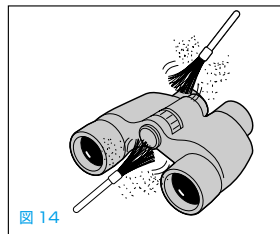

図 14
11. 「ピント合わせハンドル」や「視度調整ハンドル」などの回転部分に入った砂・ゴミは、ハケでよく払ってください。(図 14)